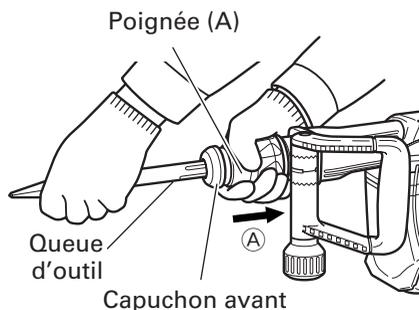
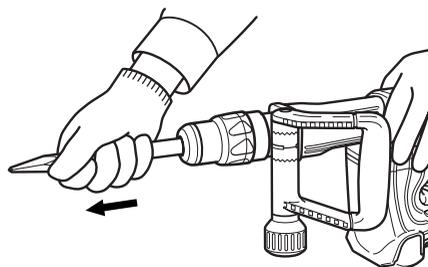

Fig. 2
Fig. 3
- (1) Nettoyer la section de la queue de l'outil.
- (2) Comme indiqué sur la Fig. 2, tirer sur la poignée (A) dans le sens Ⓐ, et insérer l'outil dans l'un des orifices du capuchon avant.
- (3) Régler la position de la rainure tout en tournant l'outil, et l'insérer encore davantage jusqu'à ce qu'il touche le fond de l'orifice.
- (4) Ramener la poignée (A) sur sa position d'origine, tirer sur l'outil et vérifier qu'il est bloqué à fond. (Fig. 3)
Comme indiqué sur la Fig. 2, tirer sur la poignée (A) et sortir l'outil.